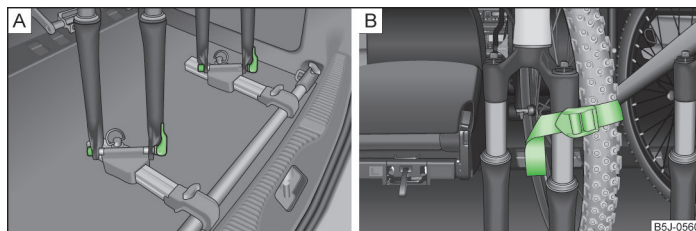

Fig. 56 Introducerea bicicletei / exemplu de fixare a roții față
- Așezați furca roții bicicletei pe axul de fixare și strângeți-o cu elementul de fixare rapidă » fig. 56 - **A**.
- Depozitați roata față demontată între brațul pedalei stânga și cadrul bicicletei, și fixați-o cu o curea pe furca față » fig. 56 - **B**, resp. pe un element de fixare.